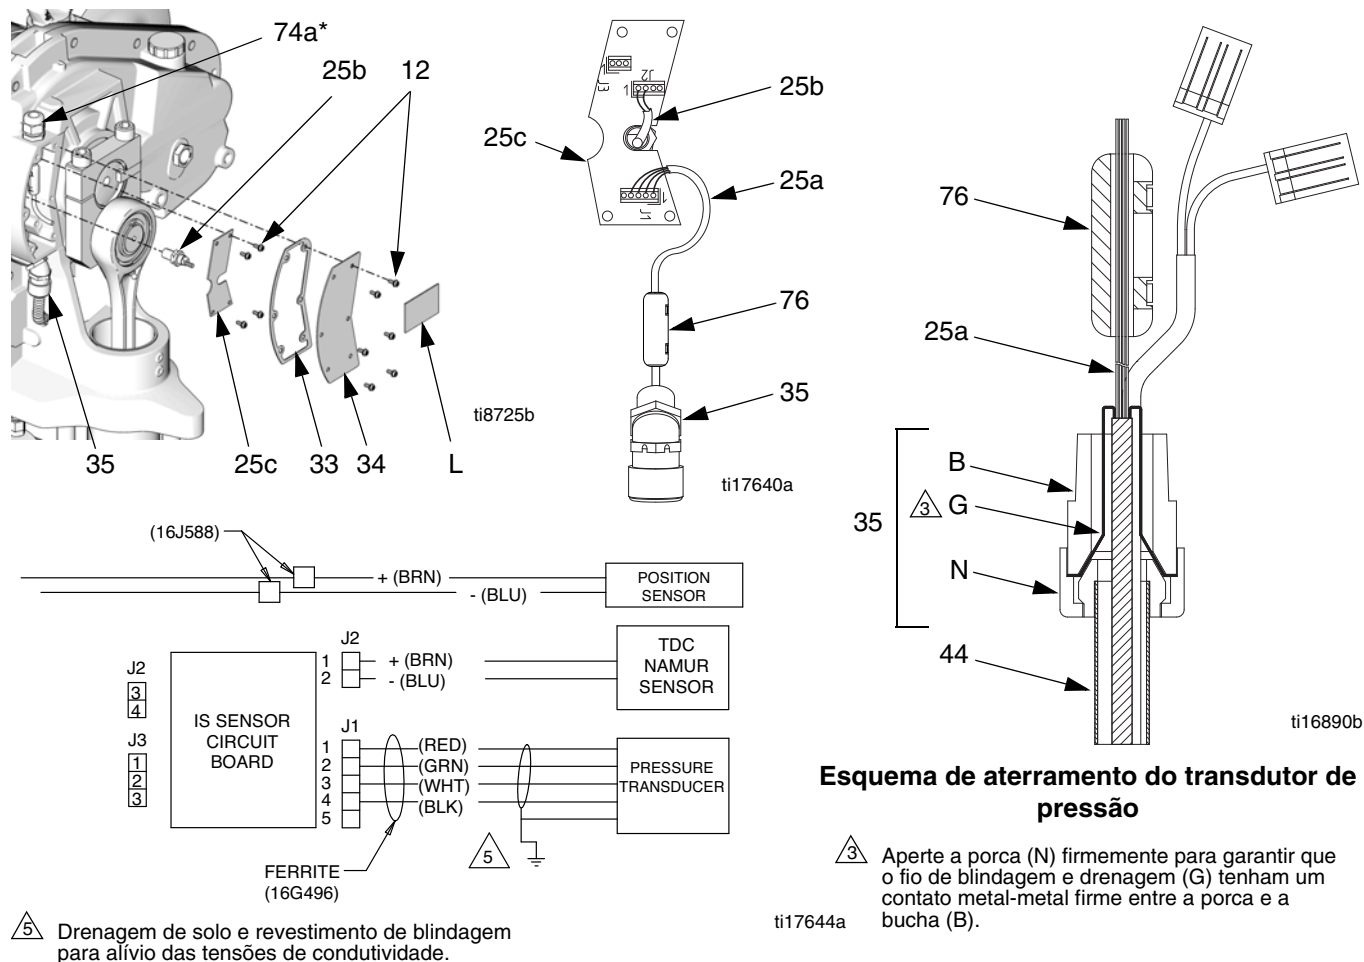
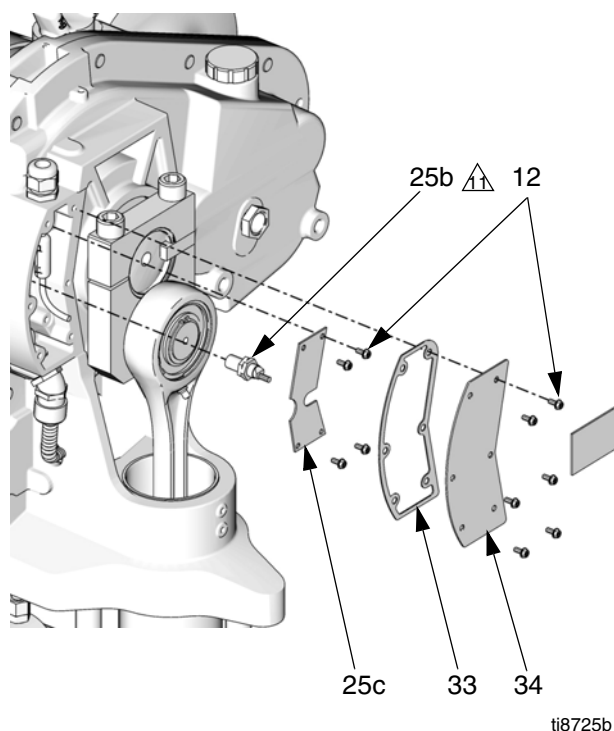

FIG. 11. Placa de circuito.
FIG. 14. Sensor TDC
4. Retire dois parafusos (12) e a tampa (32).
5. Consulte a FIG. 11. Retire seis parafusos (12), a tampa da placa de circuito (34), e a gaxeta (33).
6. Desconecte o cabo do transdutor (25a) do J1 da placa de circuito (25c). Consulte a FIG. 11 e o **Diagramas Elétricos**, na página 10.
9. Retire os quatro parafusos (12) e a placa de circuito (25c).
10. Instale a nova placa de circuito (25c) com os quatro parafusos (12).
12. Consulte a FIG. 11. Desaperte a porca (N) no prensa cabo (35). Retire o ferrite (76). Puxe o cabo do transdutor (25a) para fora do conduíte (44).
14. Consulte a FIG. 11. Certifique-se de que o prensa cabo condutivo (35) esteja firmemente aparafusado à carcaça, para garantir a continuidade elétrica para o compartimento da bomba. Rosqueie o cabo do transdutor (25a) (42) através do adaptador, conduíte curto comprimento (44) A, e o prensa cabo condutivo (35). Reconecte o cabo do J1 à placa de circuito (25c). Instale o ferrite (76) ao redor do cabo do transdutor.
15. Consulte a FIG. 11. Aperte a porca (N) no prensa cabo condutivo (35) firmemente para assegurar que o protetor e drenagem de fio (G) tem uma companhia de contato metal-metal entre a porca e o casquilho (B).
17. Consulte a FIG. 11. Conecte o cabo do TDC (25b) ao J2 da placa de circuito (25c).
5. Consulte a FIG. 14. Retire seis parafusos (12), a tampa da placa de circuito (34), e a gaxeta (33).
6. Desconecte o cabo do transdutor (25a) do J1 da placa de circuito (25c). Consulte a FIG. 11, na página 18.
9. Consulte a FIG. 14. Retire os quatro parafusos (12) e a placa de circuito (25c).
6. Desconecte os fios do sensor de posição e os fios do circuito IS de campo dos dois blocos de terminais (46). Guarde os blocos de terminais. Consulte o **Diagramas Elétricos**, na página 10.
7. Consulte a FIG. 11 na página 18. Desaperte a porca (N) no prensa cabo (35).